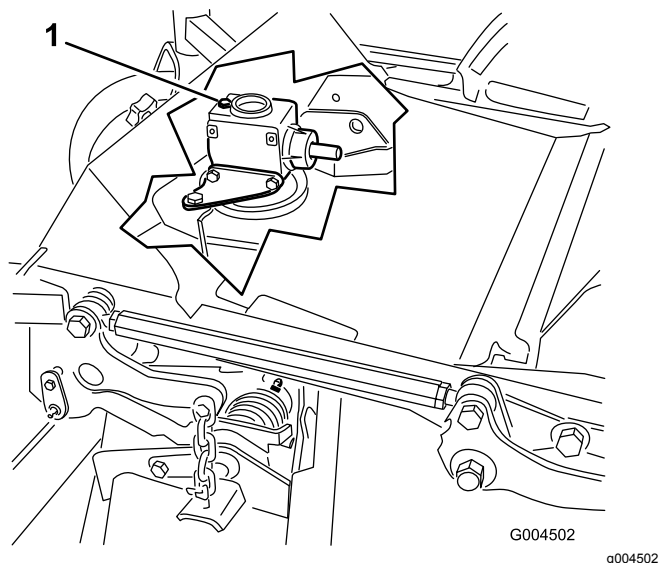

Figura 29
6. Retire la varilla/ tapón de llenado de la parte superior de la caja de engranajes y asegúrese de que el lubricante está entre las marcas de la varilla (Figura 29).
6. Retire el tapón de llenado/varilla de la parte superior de la caja de engranajes (Figura 29).